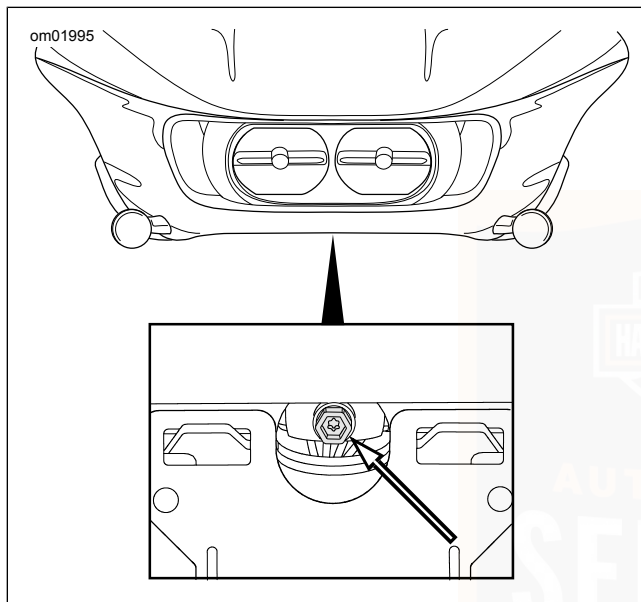

Figura 91. Registro del faro anteriore: Carenatura montata sul telaio
3. **Modelli con carenatura montata sul telaio:** Vedere Figura 91.